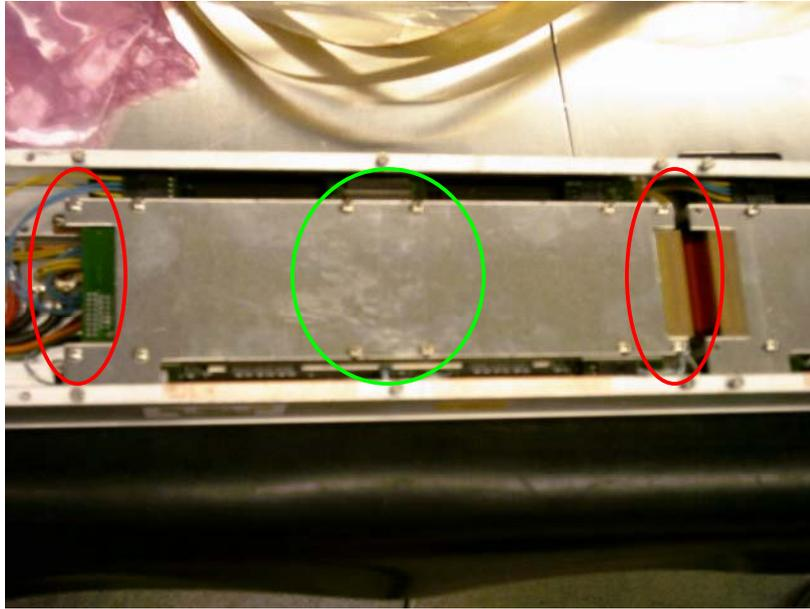

Figura 13: Viti per il fissaggio dei coperchi di dissipazione delle TRB.
- Inserire tutte le viti senza stringerle; vi sono due tipi di viti: M3x25 vanno nel foro in corrispondenza con quello dei listelli di alluminio (i 4 piu' centrali, cerchio verde nella foto in Figura 13) , M3x6 negli altri (cerchi rossi nella foto in Figura 13).